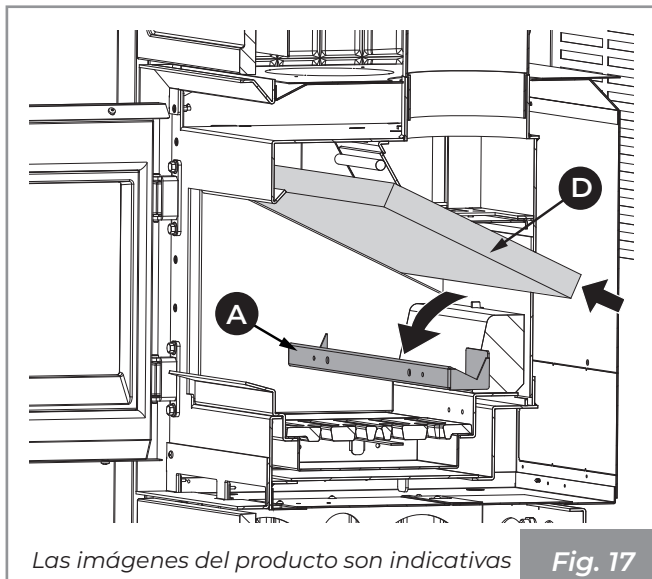
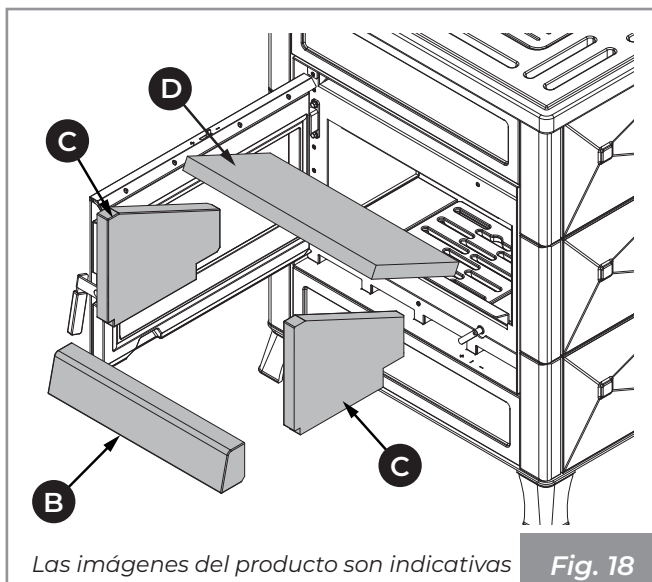

Fig. 17
Fig. 18
En aparato se proporciona con la válvula de bypass (F) ya regulada a tope con la caja (Fig. 17). Si no se ha realizado una regulación adecuada volver a calibrar la válvula para obtener una buena combustión.
1. Levantar el deflector (D) y remover la chapa de la post-combustión (A) (Fig. 17).
2. Remover en secuencia la pared de fondo (B), las paredes laterales (C) y el deflector superior (D) (Fig. 18).
Abrir la puerta, levantar el deflector (D) y remover la chapa de la post-combustión (A) (Fig. 17). Remover en secuencia la pared de fondo (B), las paredes laterales (C) y el deflector superior (D) (Fig. 18) (párrafo “Regulación válvula bypass” de página 122).